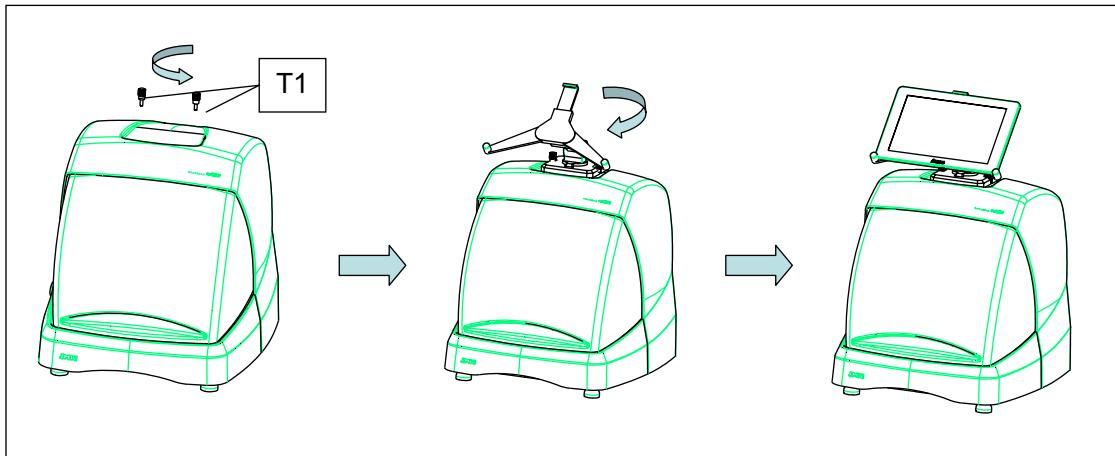

FIG. 3
1. Dévisser les boutons (T1) de la machine. (Fig.3)